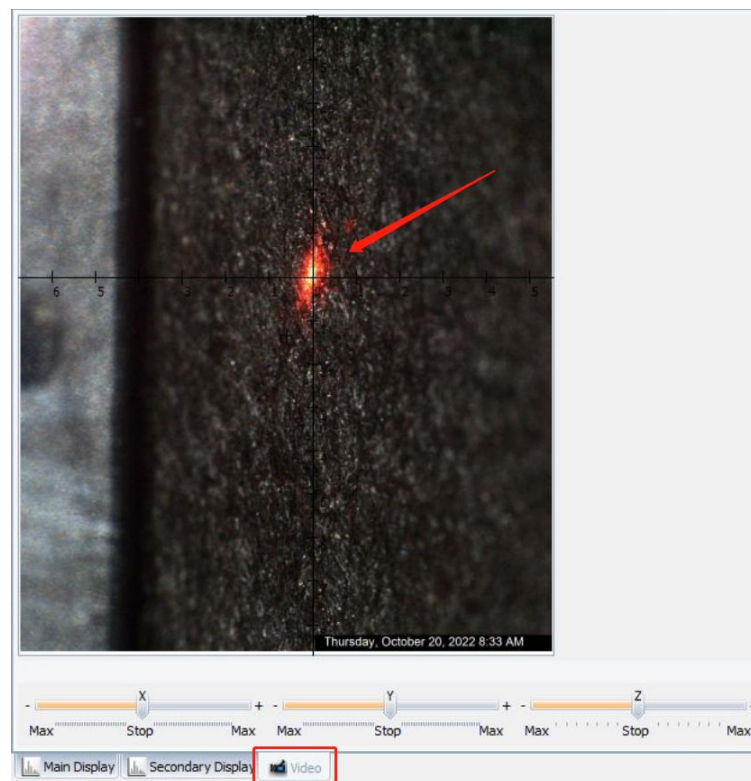

图 6-21 Video 界面示意图
6.9.4.1 样品测试区域：进入 Video 界面，在显微图像中找到所需测试区域，确认屏幕上激光红点、video 十字中心、样品测试区域重合（图 6-21）。